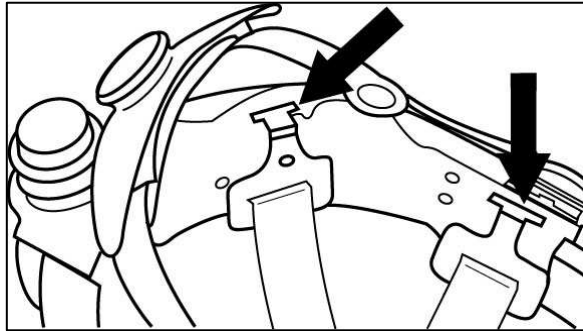

图 12
- 将头、面罩翻转，将织物头带上的塑料卡架往上推，将头架从面罩壳上卸下。卡架如图12所示。